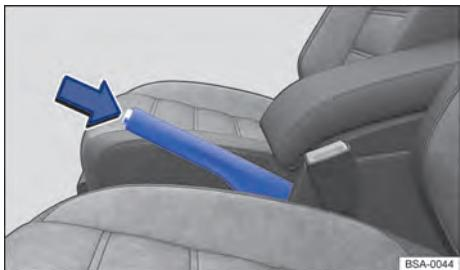

Fig. 116 Entre os bancos dianteiros: freio de estacionamento.
- Puxar a alavanca do freio de estacionamento um pouco para cima e pressionar o botão bloqueador → Fig. 116 (seta).